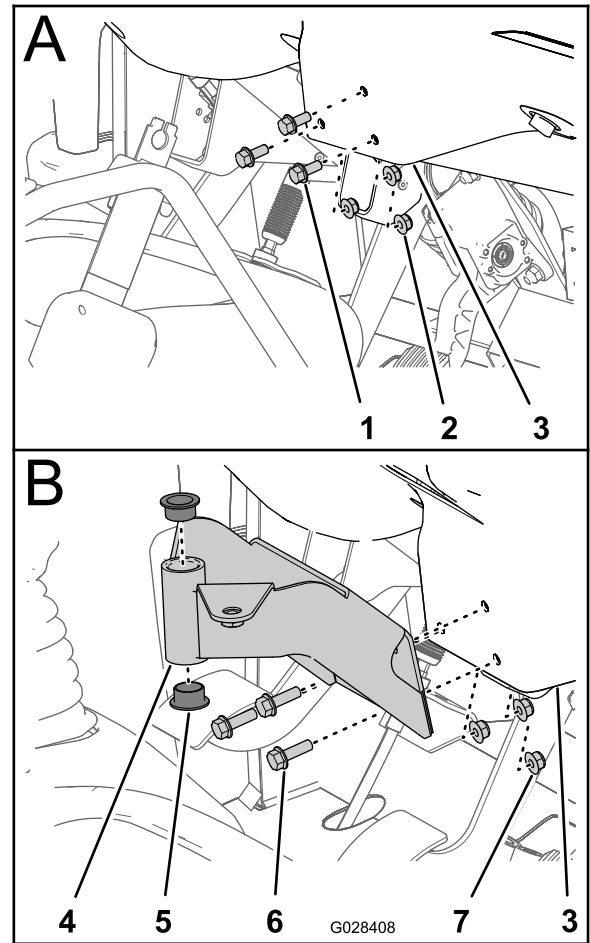

Bild 18
1. Entfernen Sie die drei Schrauben und drei Muttern, mit denen das Armaturenbrett unten in der Mitte an der Armaturenbrett-Stützhalterung befestigt ist (Bild 18).
2. Fluchten Sie die Löcher in der Befestigungshalterung für die Steuerkonsole mit den Löchern im Armaturenbrett und der Stützhalterung aus (Bild 18).
4. Ziehen Sie die Muttern und Schrauben mit (Bild 18) an.
5. Stecken Sie die zwei Kunststoffbüchsen in die Befestigungshalterung (Bild 18).